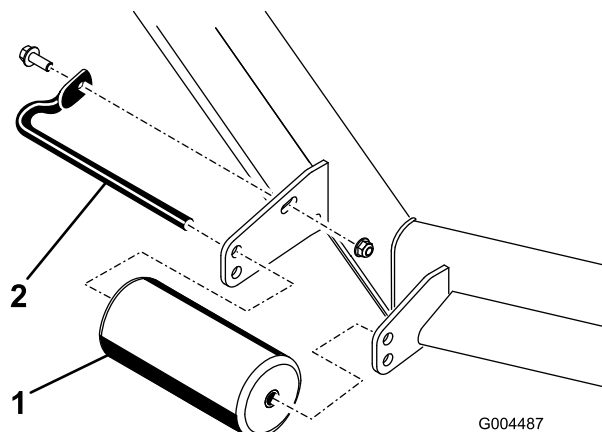
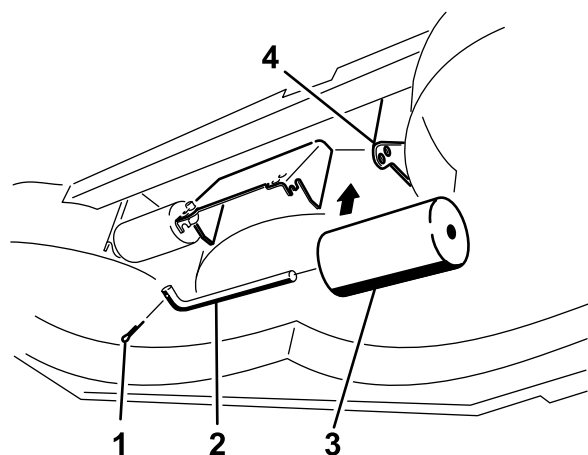

Figure 28
Figure 32
4. Retirez les fixations de chaque galet sur le plateau de coupe et montez ou abaissez les galets selon le cas ; reportez-vous aux Figure 28 à Figure 32 selon ce qui convient à votre tondeuse.